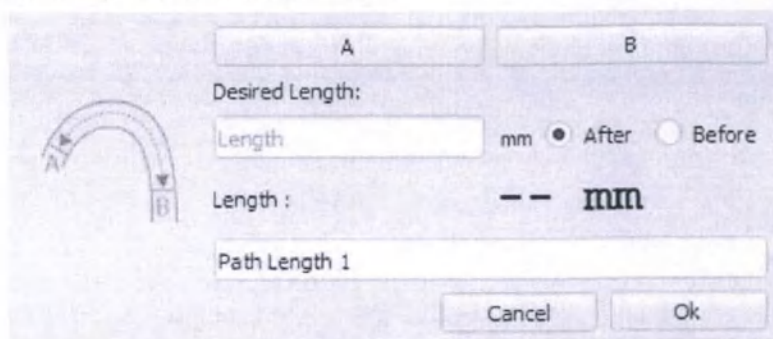

Рисунок 12: Всплывающее окно Длина пути
- Длина пути (Path length): на виде 3D, расположите и подтвердите точки A и B, нажав на соответствующие кнопки (Рисунок 12). Данное измерение длины пути применимо только к созданным линиям. Вы можете создать линию свободного пути (не обязательно центральную линию) на шаге извлечения.